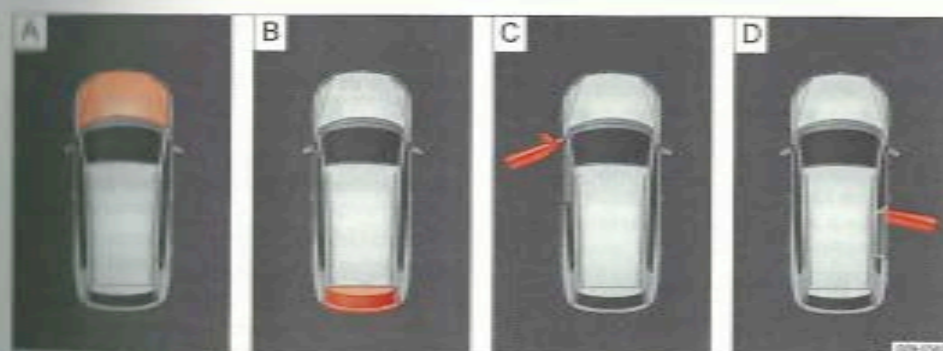

Fig. 12 A : capot-moteur ouvert, B : hayon ouvert, C : porte avant gauche ouverte, D : porte arrière droite ouverte.
- Portes, capot-moteur et hayon ouverts → fig. 12
① Selon l'équipement du véhicule, le réglage de la montre peut se faire via le menu *Configuration* sur l'afficheur du combiné d'instruments → page 33.